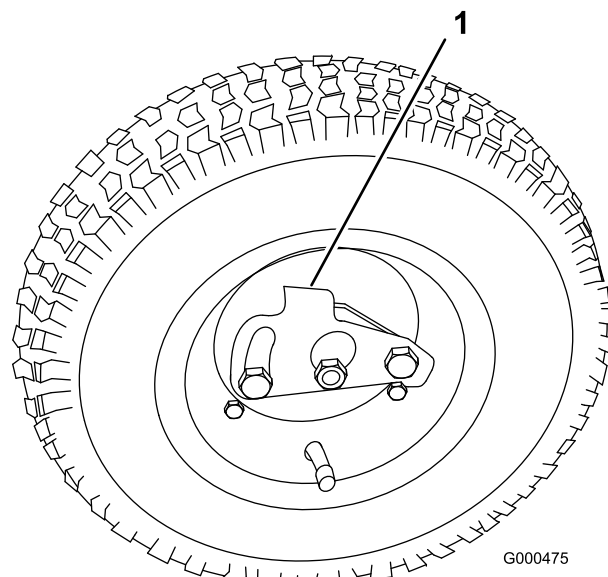

Figura 18
2. Gire la pletina de retención de la rueda hacia el centro de la rueda y coloque la rueda sobre el eje hexagonal (Figura 18).